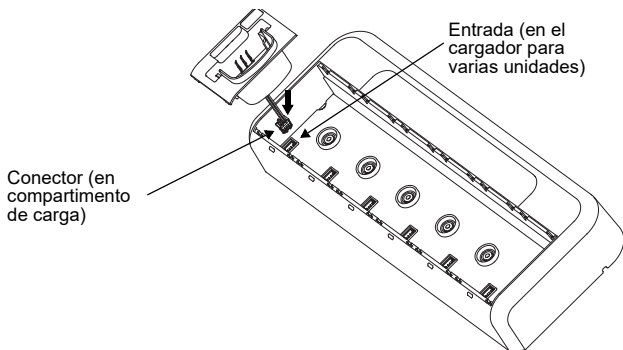

Figura 3
3. Tire del conector hacia arriba para extraer el compartimento (consulte la Figura 3).
1. Conecte el conector del compartimento a la entrada del cargador para varias unidades (consulte la figura 3).